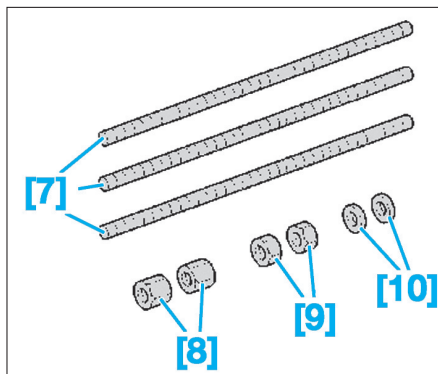

Fig. 55
- [7]. Tiges filetées (Ref. 0538-B1) (Fig.55).